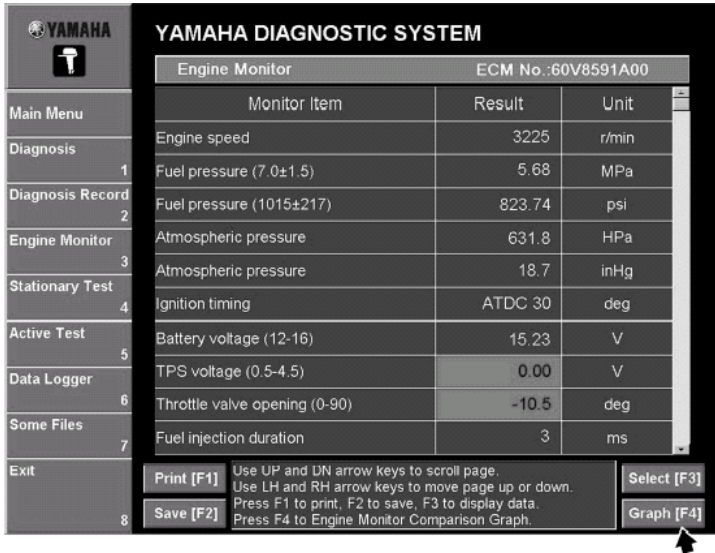

Рис. 49
- 1.Щелкнуть **График [F4] (Graph [F4])** внизу справа в окне Мониторинга двигателя, или нажать клавишу F4. (Рис. 49)